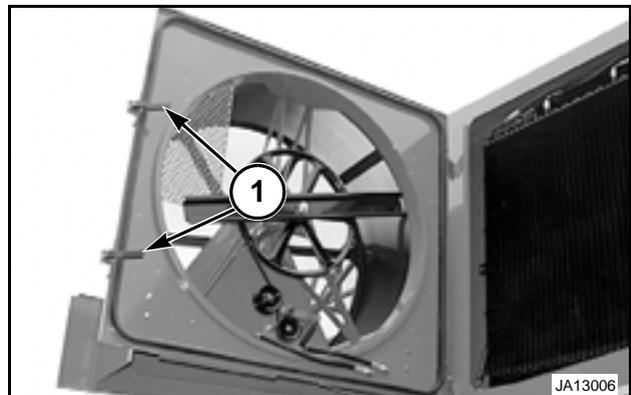

FIG. 126
FIG. 126: Para ganar acceso al sistema giratorio de aire o para limpiar el enfriador de aceite hidráulico o el condensador, abrir el panel inferior y liberar las trabas (1). Girar el cámara de aire para exponer el radiador de aceite y el condensador para inspección.